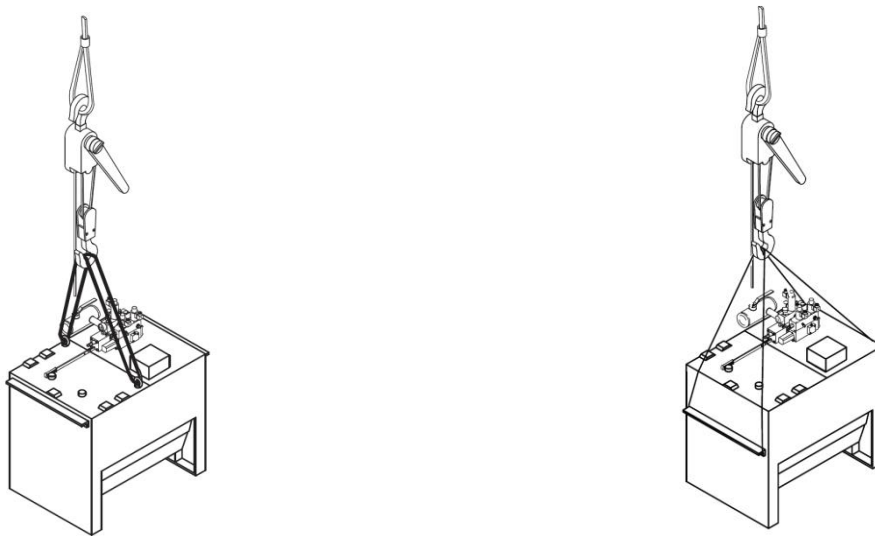

Fig. 2 – Sollevamento centralina con funi
- Il carico e lo scarico delle centraline dai mezzi di trasporto deve essere fatto con carrelli elevatori. Se si sollevano le centraline con delle funi, far passare le funi sotto le maniglie (vedi Fig. 2 e vedi Tab. 3)
- Il serbatoio è munito di maniglie per lo spostamento a mano o per sollevamento con il paranco (vedi Fig. 2).